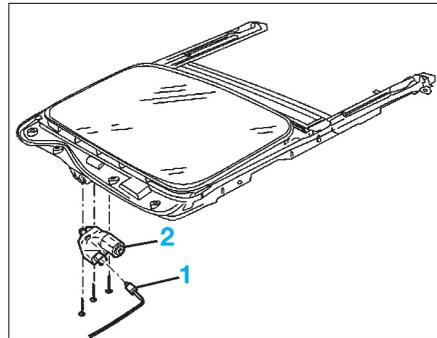

FIG. 81
- Déconnecter le connecteur (1) du moteur (2) (Fig.81).